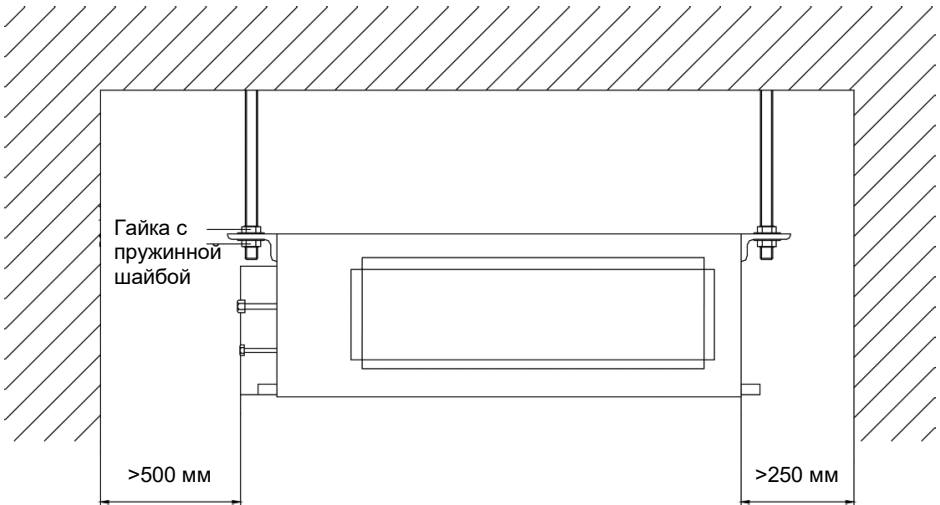

Рис. 2
- 4) Убедитесь в том, что вокруг устройства достаточно свободного пространства для проведения технического обслуживания, как показано на рис. 2.